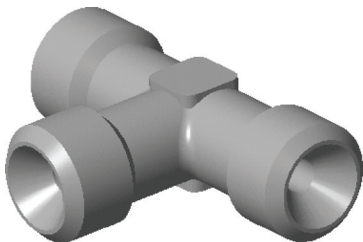

图 12-11 打开模型文件
STEP 01 单击快速访问工具栏中的“打开”按钮, 打开模型文件, 如图 12-11 所示。